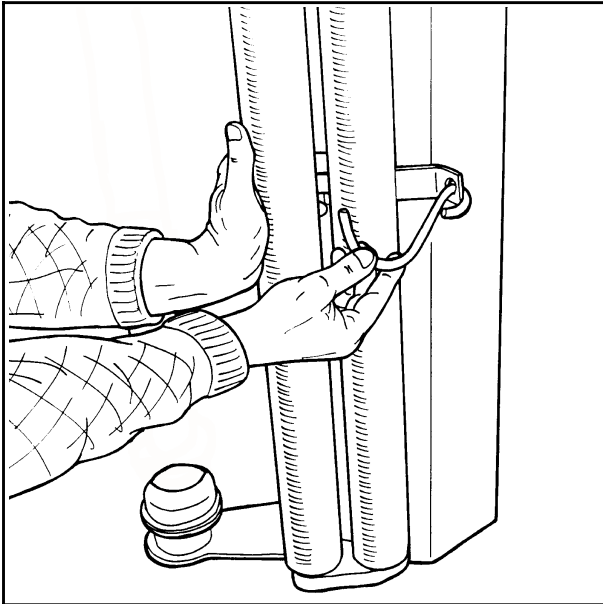

Fig. 4-1
- 4.1 Når plastrullen skal monteres, må forstreker-rollene holdes til siden. Hold rollene ut til siden og sett på holdekroken. (Se fig. 4-1).